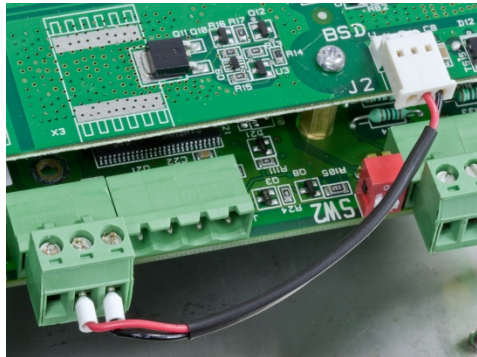

Abbildung 3-31: Verbindung IND560x-PAB (J2) zu IND560x (J1)
9. Es ist eine weitere Verbindung zwischen J2 der IND560x-PAB und J1 der IND560x-Hauptplatine erforderlich. Im IND560x-PAB-Installationssatz ist ein Verbinder enthalten. Diesen Verbinder gemäß der in Tabelle 3-9 aufgeführten Drahtfarbencodierung und wie in Abbildung 3-31 dargestellt einbauen.